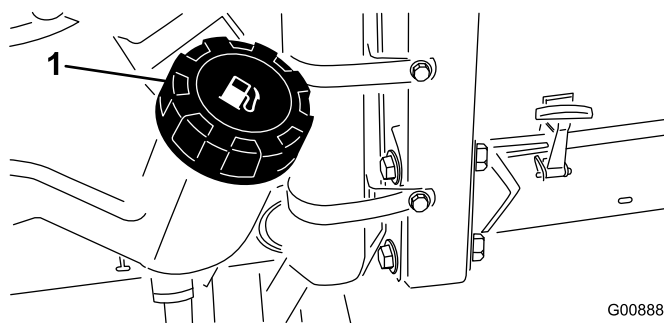

Figura 37
1. Limpe a zona em torno do tampão do depósito de combustível (Figura 37).